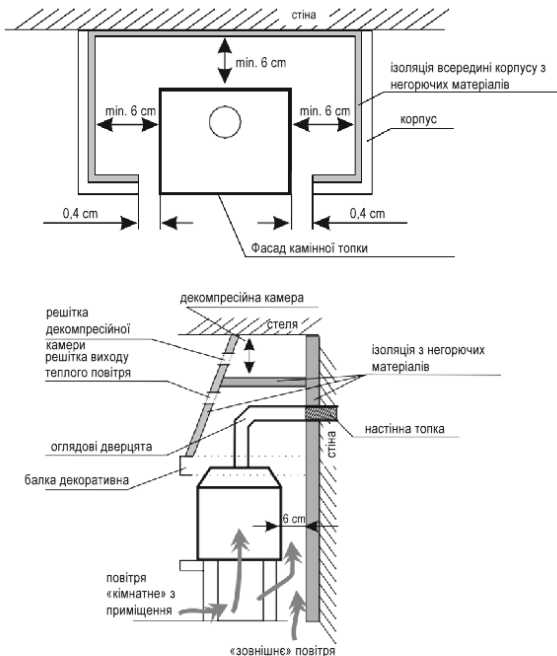

Рис. 3. Приклад способу установки камінної топки – вид зверху і збоку
- забезпечити конvekцію повітря між стінками топки і стінками корпусу. Для цього слід між ізоляцією стін корпусу, виконаного з негорючих матеріалів, та ребрами камінної топки залишити простір, шириною мін. 6 см (рис. 3),